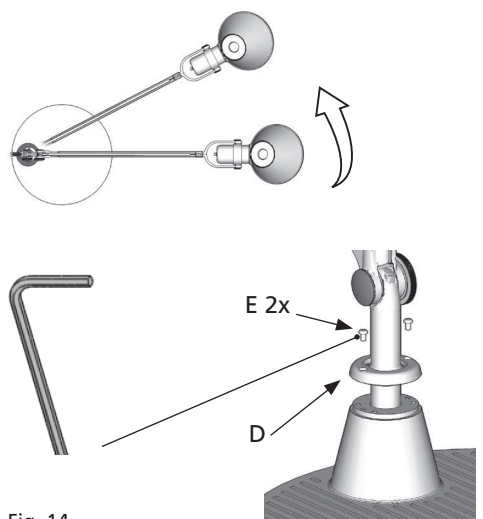

Fig. 14
Per orientare il corpo lampada, ruotare la ghiera D (fig.14). E' consentito orientare il corpo lampada SOLO IN 3 POSIZIONI. Al termine, serrare le viti E con la chiave a brugola n° 6 per bloccare la ghiera D.
Pour orienter le corps de la lampe, tourner la bague D (fig.14). On ne peut orienter le corps de la lampe QUE DANS 3 POSITIONS. Au terme de l'opération, serrer les vis E à l'aide de la clé Allen n° 6 pour bloquer la bague D.
To orient the lamp body, rotate the locking ring (D) (fig. 14). The lamp body can ONLY be rotated to 3 POSITIONS. At the end, tighten the screws (E) using the Allen wrench 6 to lock the locking ring (D).
Zum Ausrichten des Lampenkörpers den Ring D drehen (Abb. 14). Der Lampenkörper darf NUR IN 3 POSITIONEN verstellt werden. Zuletzt die Schrauben E mit dem 6er Inbusschlüssel anziehen, um den Ring D zu blockieren.